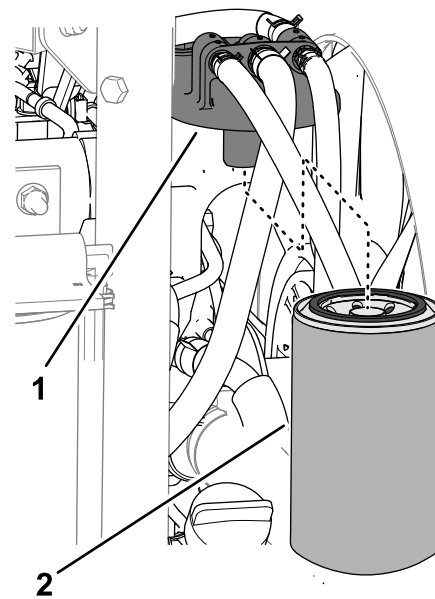

Bild 121
3. Entfernen Sie den Filter und reinigen Sie die Befestigungsoberfläche des Filterkopfes (Bild 121).
2. Reinigen Sie den Bereich um den Kraftstofffilterkopf (Bild 121).